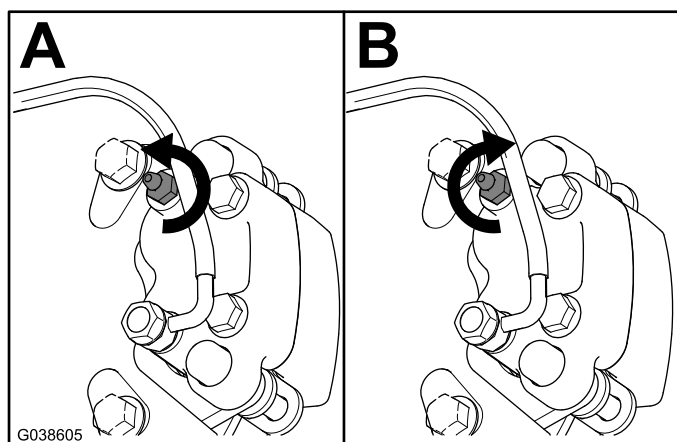

Figura 11
2. Con il pedale del freno premuto a fondo, allentate la vite di spurgo di 1/4 di giro (Figura 11).
3. Con il pedale del freno premuto a fondo, serrate la vite di spurgo di 1/4 di giro (Figura 11).